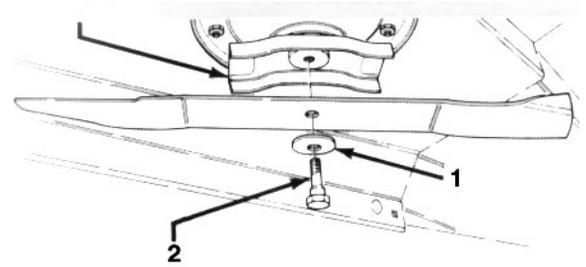

Bild 13
2. Ein Ende des Messerbalkens mit einem Lappen oder stark wattiertem Handschuh festhalten. Die Messerbalkenschraube, Belleville-Scheibe und den Messerbalken von der Spindel entfernen (Bild 13).